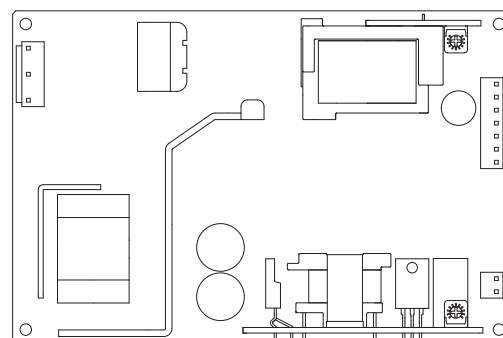
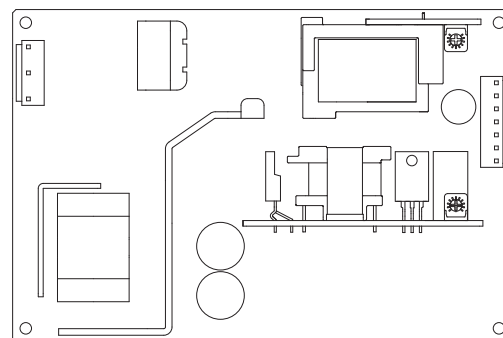

図1.1 スロット2を空きスロットとする場合の概略図
図1.2 スロット3を空きスロットとする場合の概略図
- スロット2、スロット3のどちらかのスロットを空きスロットとして構成することも可能です（図1.1、図1.2参照）。その際は空きスロットのモジュールコードを0（オー）としてください。ただし、スロット2、スロット3両方を空きスロットとして、スロット1だけの単出力として構成することはできません。